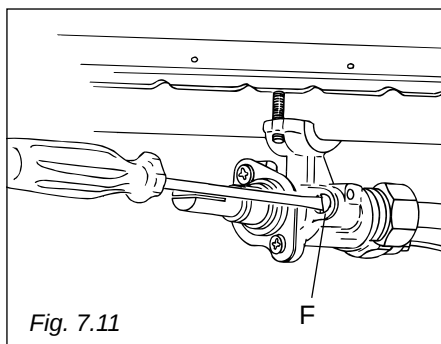

Fig. 7.11
- à l'aide d'un tournevis mince tourner la vis **F** jusqu'au moment où l'on obtient le réglage correct (fig. 7.11).